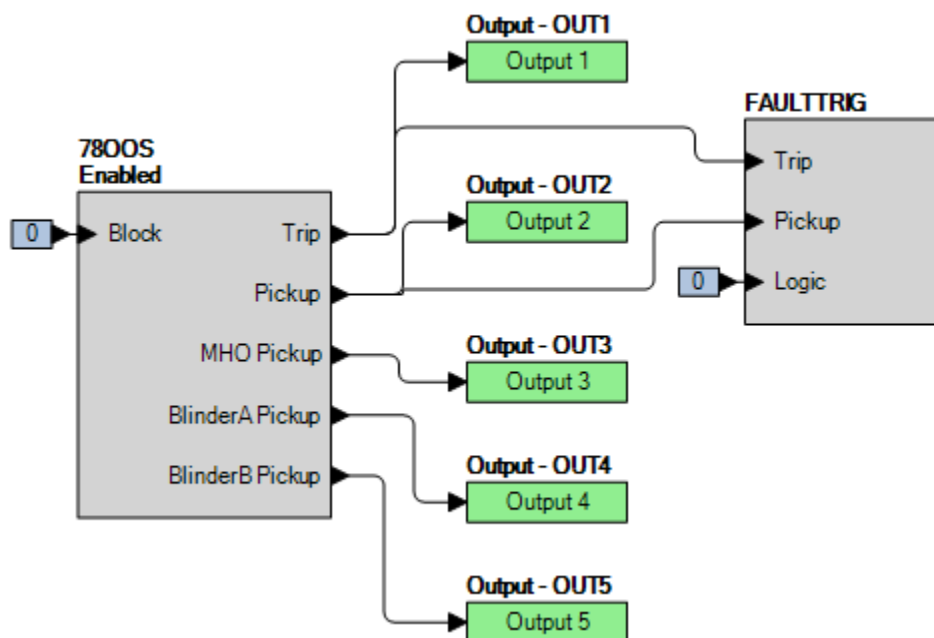

Figure 82-1. Paramètres BESTlogicPlus
Étape 2 : Utilisez BESTCOMSPiPlus pour configurer la Logique programmable BESTlogicPiPlus illustrée dans la Figure 82-1.
Étape 3 : Préparez la surveillance de l'exécution de la fonction 780OS. Cette exécution peut être vérifiée en surveillant les contacts OUT1, 2, 3, 4 et 5 (voir la Figure 82-1).
Étape 1 : Utilisez BESTCOMS*Plus* pour vérifier les paramètres de fonctionnement indiqués dans le Tableau 82-1 et la logique indiquée dans la Figure 82-1. Réinitialisez toutes les cibles.